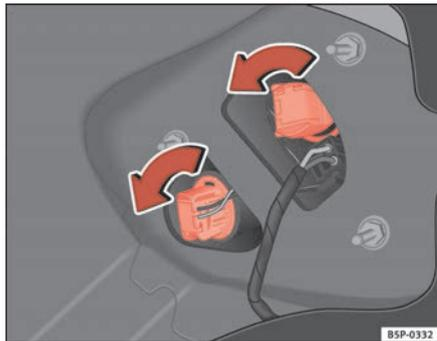

Fig. 188 Feux dans la carrosserie
- Tournez le porte-lampes vers la gauche ⇒ fig. 188.